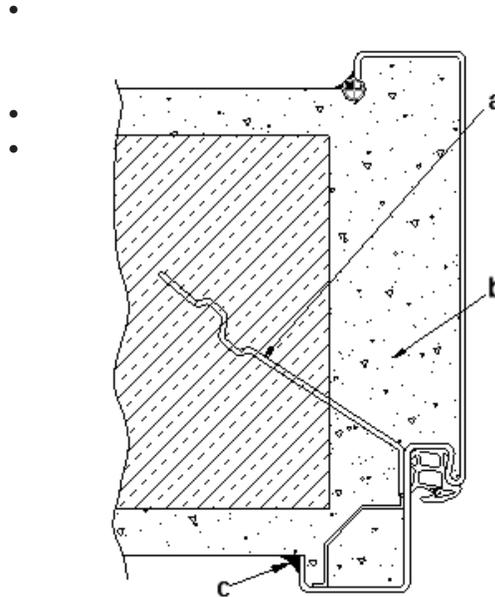

BILD 6
- Zarge lot-, waagrecht und fluchtgerecht und nach den Meterriss ausrichten, ausspreizen und die Maueranker einmörteln (Bild 6).